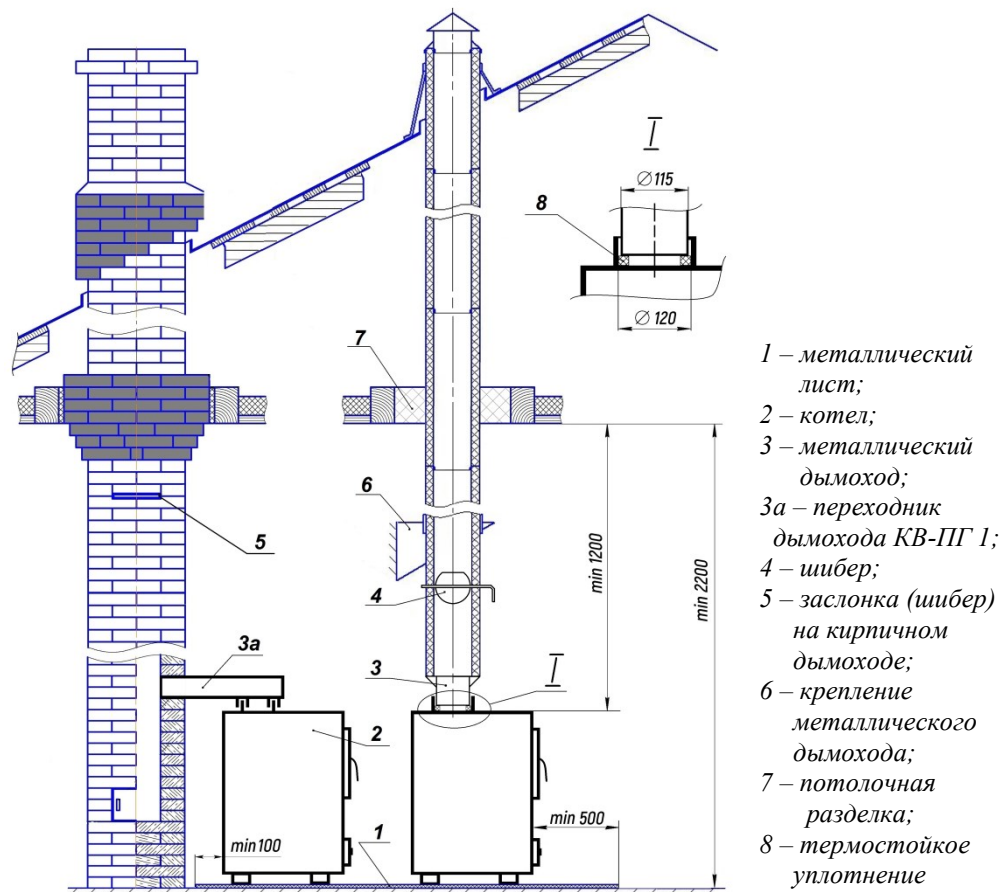

Рисунок 2. Схема монтажа котла и дымовой трубы (подробности см. в Руководстве по выбору, монтажу и эксплуатации котла).
- 5.5.** Патрубок дымохода расположен на варочной плите. Верхнее расположение дымового патрубка предназначено для подключения котла к вертикальной стальной дымовой трубе (*см. рис. 2*).
- 5.6.** Для подключения котла к кирпичной трубе можно использовать переходник КВ-ПГ 1 (*поз. 7 на рис. 2*), – см. дополнительную комплектацию на с. 11.